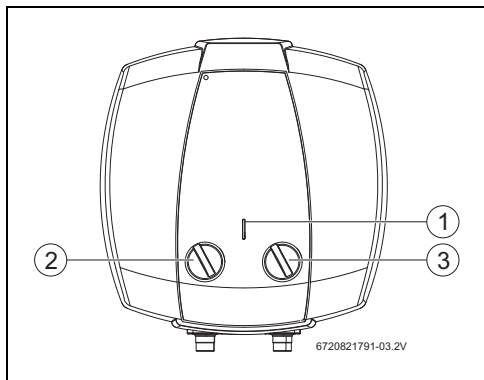

Fig. 11 Interface utilisateur
- ▶ Régler le thermostat sur la température la plus élevée en le tournant vers la droite jusqu'à la butée (fig. 11, [4]).